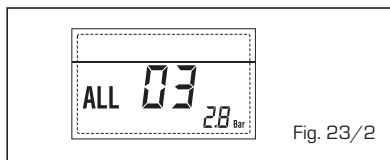

Fig. 23/2
- **ANOMALÍA SONTA SANITARIO "ALL 04" (fig. 23/3)**